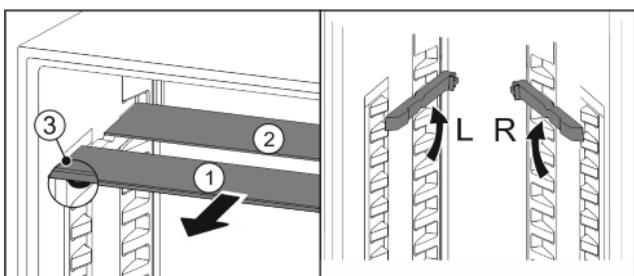

Fig. 18
- Vytiahnite sklené dosky jednotlivo dopredu Fig. 18 (1).
- Sklená doska Fig. 18 (1) so zarážkami proti vytiahnutiu leží vpredu.
- Zarážky ukazujú nadol Fig. 18 (3).